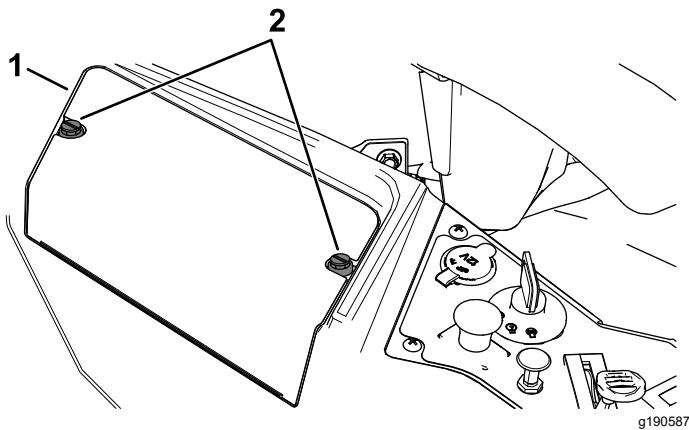

Bild 57
- Drehen Sie die zwei Befestigungen an der Batterieabdeckung um eine Vierteldrehung nach links, um sie zu lösen, und nehmen Sie dann die Batterieabdeckung ab (Bild 57).
- Drücken Sie die Batterieabdeckung nach unten, um sie anzubringen, und ziehen Sie die zwei Befestigungen durch Drehen nach rechts an (Bild 57).